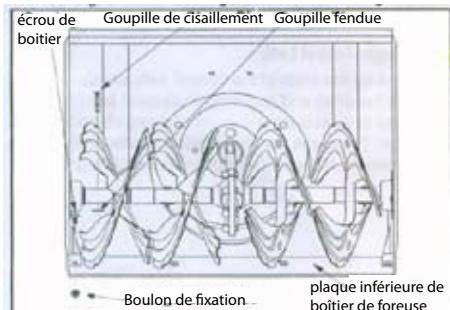

FIG.16
2. Référez-vous à la Figure 16. Lubrifiez chaque saison n'importe quelles chaînes, pignons, engrenage, roulements à billes, axes, et mécanisme d'entraînement.
- Les foreuses sont fixés à l'axe avec deux goupilles de cisaillement (fig.16) et goupilles (fig.16). Si vous frappez un objet étranger dur ou bloquez les foreuses avec de la glace, la souffleuse à neige est conçue de sorte que les goupilles (ou les tiges) puissent cisailler (casser).